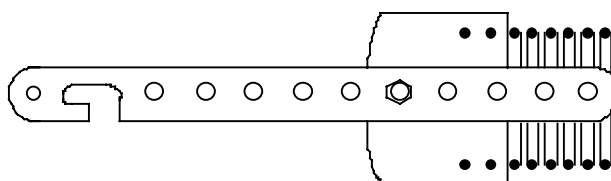

Fig. 16
- Otez un des ressorts en introduisant une tige dans un des trous de la latte de réglage illustrée Fig. 16.